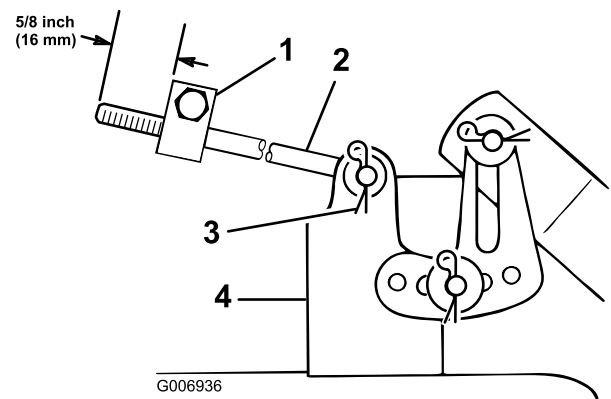

Figura 49
6. Misurate la lunghezza dell'asta che sporge dalla parte anteriore del blocco di regolazione, sui lati del telaio (Figura 49). Se l'asta non è lunga 16 mm, togliete la coppiglia a forcina e la rondella dall'estremità dell'asta (Figura 49) e girate l'asta fino ad ottenere la lunghezza di 16 mm.